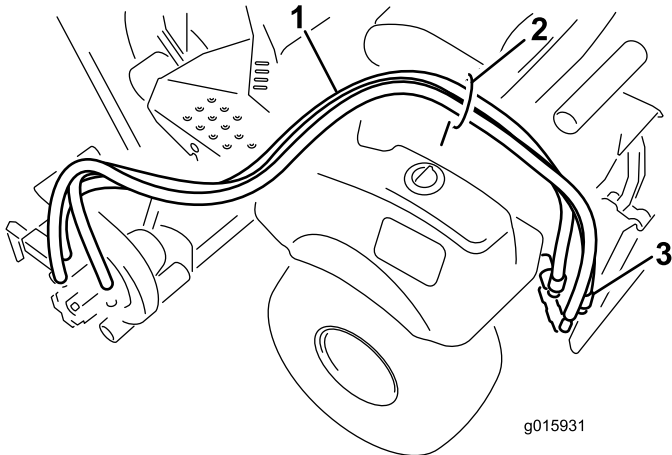

Bild 14
1. Verlegen Sie die Hydraulikschläuche durch die Schlauchführung zum Heck der Maschine (Bild 14).
2. Schließen Sie die Schläuche an den Remoteheckanschlüssen an (Bild 14).